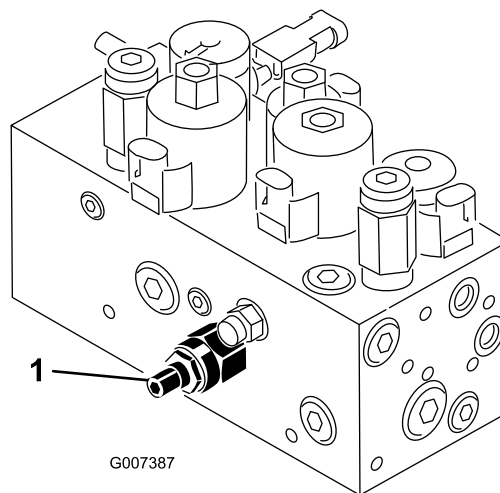

図 55
本機のカッティングユニット昇降回路にはフローコントロールバルブ（図 55）がついています。このバルブは出荷時に調整されていますが、作動油温度、作業速度などにより調整が必要になる場合があります。以下の手順で調整します：
1. 運転席を上げ、センター・プルフレーム用フローコントロールバルブ（図 55）を露出させる。バルブは油圧マニホールドの側面についている。